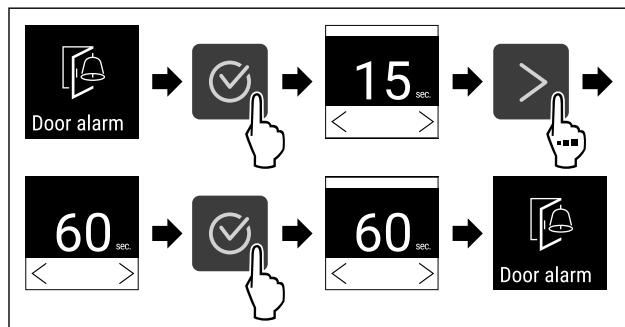

Fig. 96
- Eseguire i passi (vedere Fig. 96) .